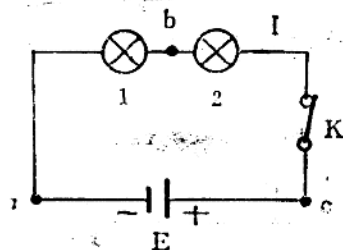

图 1—14
3. 短路: 如图 1—14 中, 若 a 、 b 两点用导线直接联通, 就叫做灯泡 1 被短路, 此时电路中电流增大。若 a 、 c 两点直接联通, 就叫做电源被短路, 此时负载中无电流, 电流由电源正极直接经短路导线回至电源负极, 此短路电流值很大, 对电源有损害。